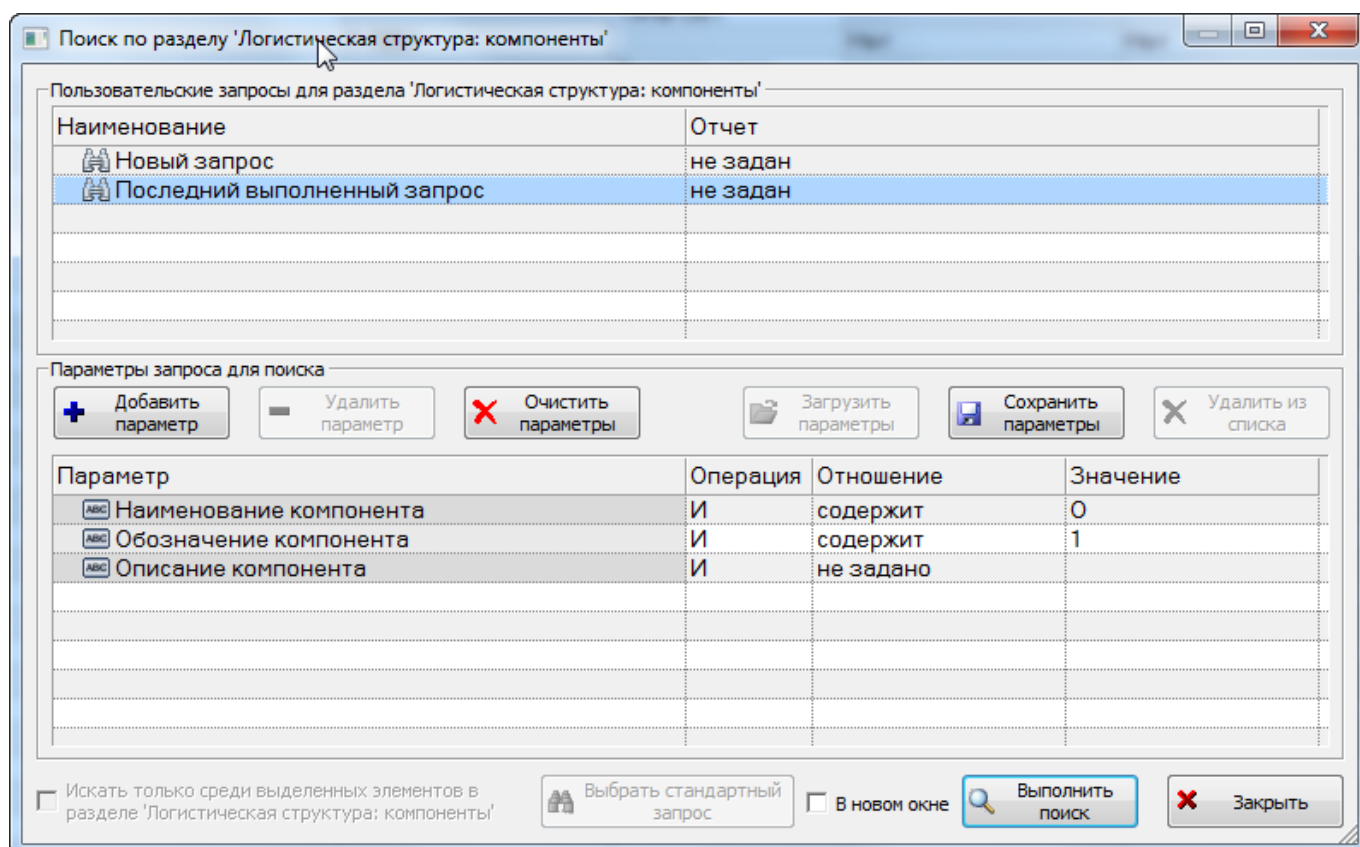

Рис. 5-51 – Окно задания критериев поиска
- 2) В появившемся окне «Поиск по разделу» задать параметры (рис. 5-51).